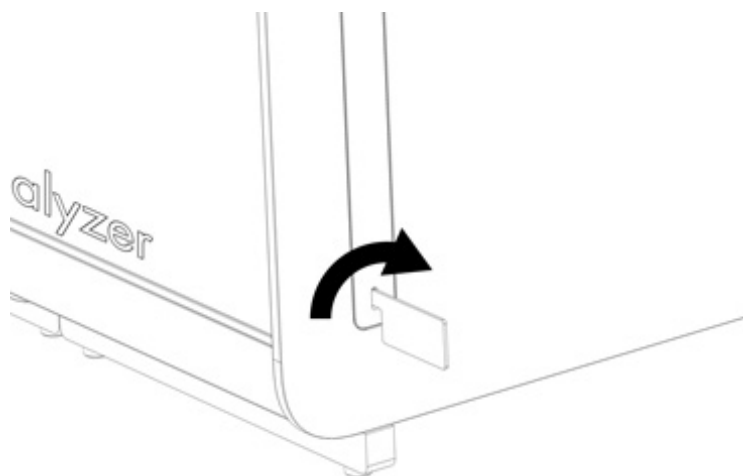

Figure 5. Retrait des couvercles de protection.
2. Retirez les couvercles de protection du côté du module analytique à l'aide de l'outil de retrait du couvercle de protection fourni avec le QIAstat-Dx Analyzer 2.0 (figure 5).